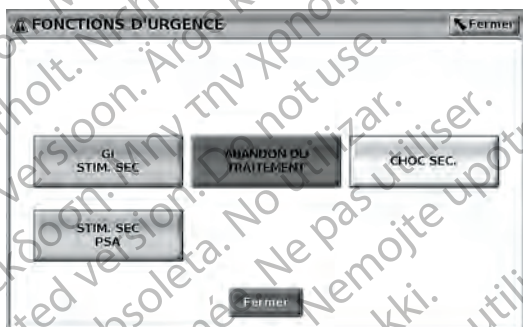

Figure 11. Le bouton SEC. rouge surgit pendant une session de GI haute tension avec le logiciel PSA s'exécutant
- Pendant une communication par télémétrie avec un GI basse tension, une fenêtre contextuelle s'affiche permettant à l'utilisateur de lancer une commande STIM. SEC. GI ou ABANDON DU TRAITEMENT. Durant une session du PSA, l'option STIM. SEC. PSA s'affiche également, comme illustré dans la Figure 11 Le bouton SEC. rouge surgit pendant une session de GI haute tension avec le logiciel PSA s'exécutant en page 32.